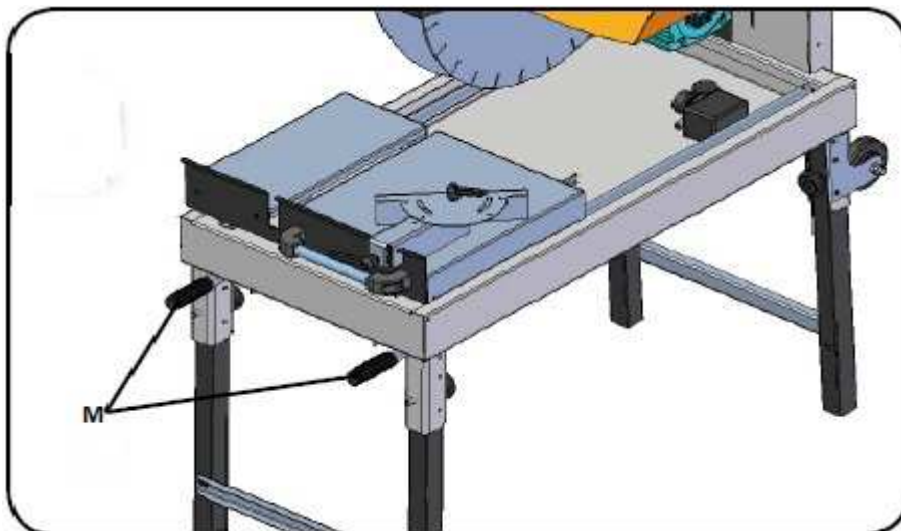

Figura 5 - Punti di presa sollevamento-movimentazione manuale
Per il sollevamento manuale della macchina sono predisposte quattro maniglie di trasporto (con modalità a barella) situate sotto la vasca (RIF. Figura 5).
- 4-**(Solo per macchina priva di imballo)** : Effettuare come ultima verifica che tutti i bloccaggi siano ben serrati e che non ci sia alcun elemento della macchina che possa muoversi accidentalmente. Sfilare le quattro impugnature (RIF. Figura 5) prima di sollevare la macchina.